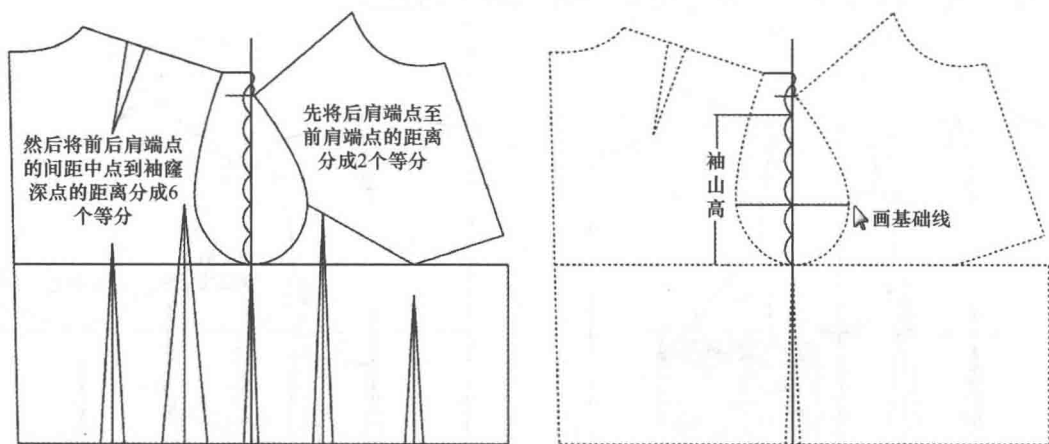

图4-34 确定袖山高
(2) 选择  【智能笔】工具从前肩端点画一条平行线超出侧缝基础延长线。
4. 确定袖山高(图4-34)